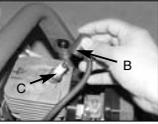

Abb. 21B
3. Retire o cabo de ignição (B), puxando-o e rodando-o, ao mesmo tempo, para fora da vela de ignição (fig. 21B).